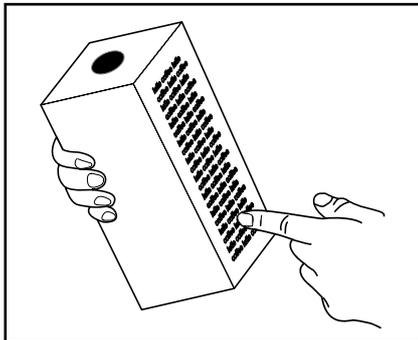

Fig. 1
- Guarde os pacotes de produto de acordo com a descrição no pacote. (Fig. 1)